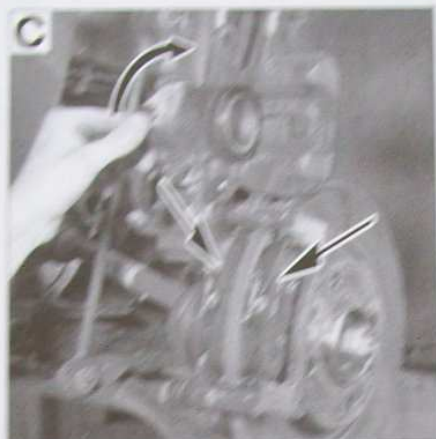

FIG. 3
Dévisser l'étrier vers le bas en (C) (Fig. 3).